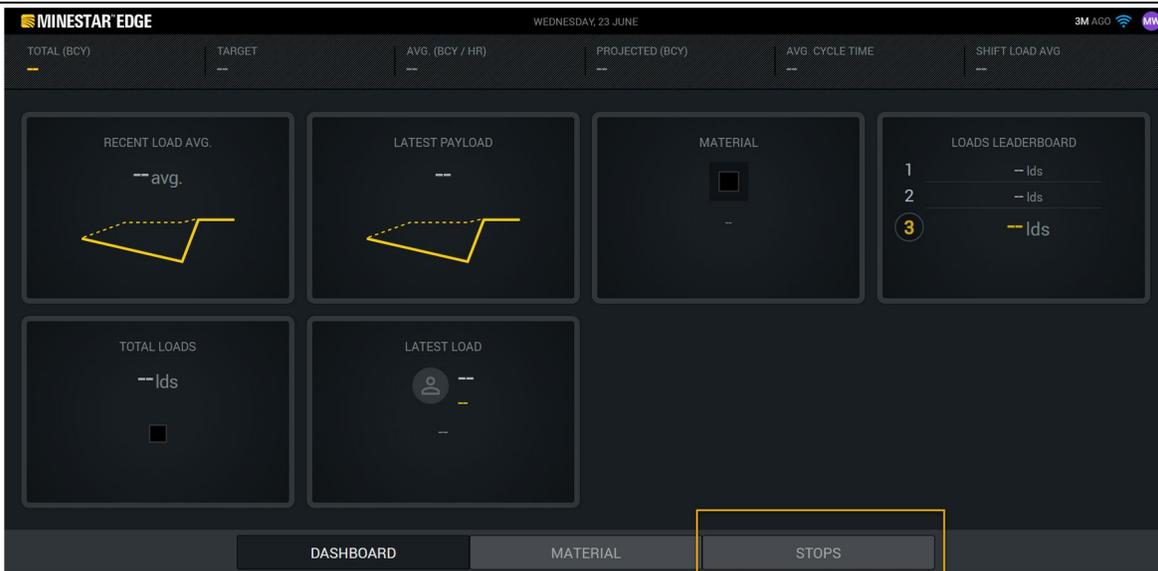

Abbildung 19
- Die Fahrer können über die Fahreranzeige die Gründe für Abschaltungen zuweisen. Nach erfolgreicher Anmeldung die Abschalttasten unten auf dem Bildschirm drücken, wie in Abbildung 19 dargestellt.